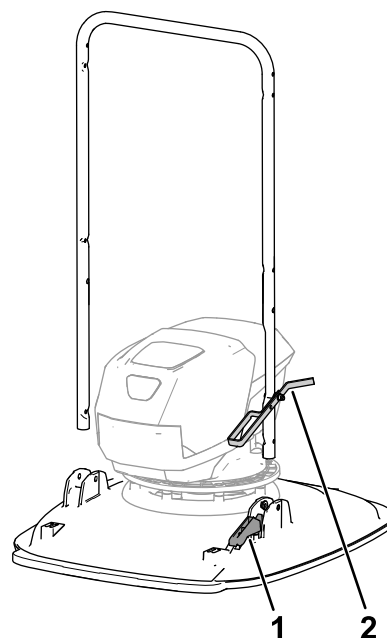

Figura 6
2. Alinhe o batente da pega com o suporte de paragem superior na plataforma (Figura 6).